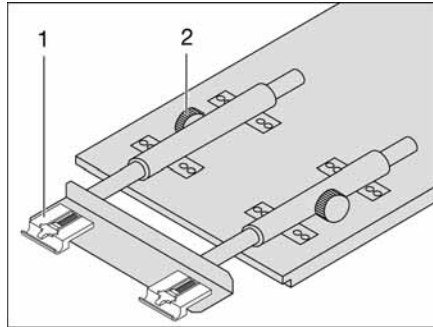

Bild 91 Hängetisch vergrößern
- Die Rändelschrauben (Bild 91,2) lösen.
- Die Tischplatte vorn leicht anheben und bis zum Anschlag herausziehen. Die Tischverlängerung (Bild 91,1) ist ganz ausgezogen.
- Die Tischplatte vorn leicht anheben und bis zum Anschlag zurückschieben. Die Tischverlängerung (Bild 91,1) ist ganz eingeschoben.